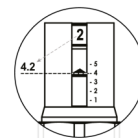

Рис.1
24. Шкала настройки расположена на верхней части клапана (рис.1), где белые цифры от 1 до 5 обозначают полные обороты, а цифры на красном контрколесе с цифрами от 0 до 9 обозначают 1/10 полного оборота.